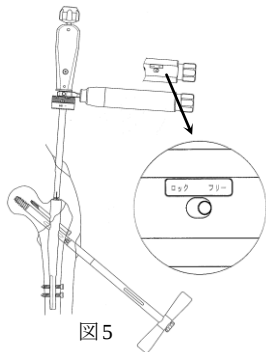

図5
- 5) 選択したエンドキャップ（ロック又はフリー）の種類によって、トルクレンチのダイヤルを回して、「ロック」又は「フリー」に設定し、ロックリングドライバー（ホールド型）の接続部にトルクレンチを確実に接続し、ロックリング確認用 T レンチをしっかりと把持しながら、ドライバーが右回転になるよう操作して、トルクレンチが「カチッ」というまで締め付けます。（図5）